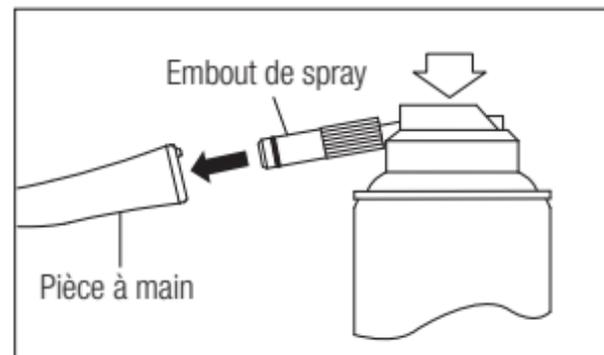

Fig. 6
- 2) Insérez l'embout de spray à l'arrière de la pièce à main. Tenez l'instrument et pulvérisez pendant environ 2-3 secondes. Vaporisez du lubrifiant jusqu'à ce qu'il en ressorte de la tête de la pièce à main pendant au moins 2 secondes (Fig. 6).
- 3) Lubrifiez la pièce à main à l'aide du NSK PANA SPRAY Plus / PANA SPRAY (Fig. 6) ou du système NSK de nettoyage et de lubrification automatique de la pièce à main.